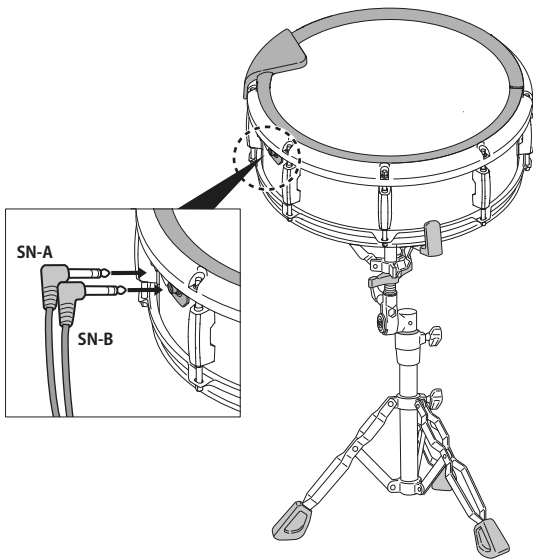

Fig.13
2. Insert the cables (labeled as **SN-A** and **SN-B**) from the Sound Module (Fig.13).
ケーブル **SN-A**, **SN-B** を各ジャックに接続します (Fig.13)。